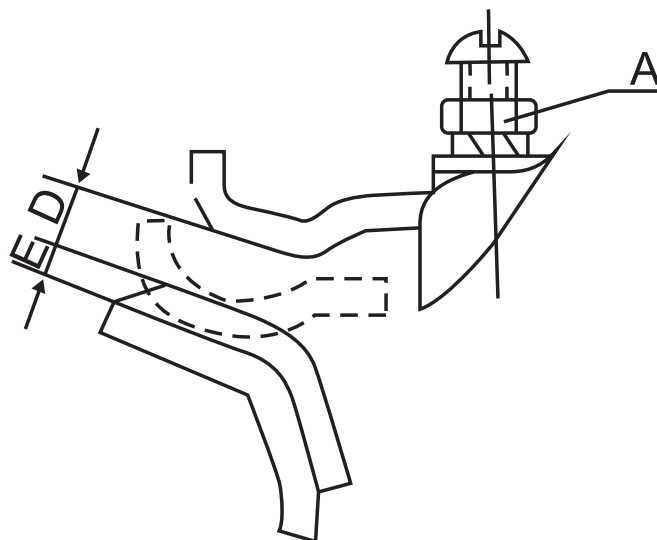

图4 接触器触头参数
5.3 接触器触头的分开距离D、超额行程E及压力是其触头主要参数，接触器在运行时必须经常进行检查和必要的调整，触头参数见图4及表8。接触器吸引线圈为直流双绕组时，为使用可靠起见，在自用一对辅助触头(61-62)上并并联了1uf、500V电容器，这对触点开距为0.5-1mm。